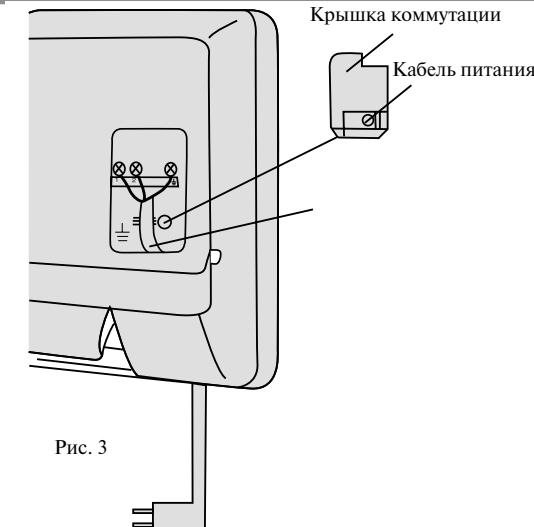

Рис. 3
- Подключите синий провод кабеля питания к клемме "N(1)", красный - к клемме "2", коричневый - к клемме "3" и желто-зеленый (провод заземления) - к клемме , как показано на рис. 3.